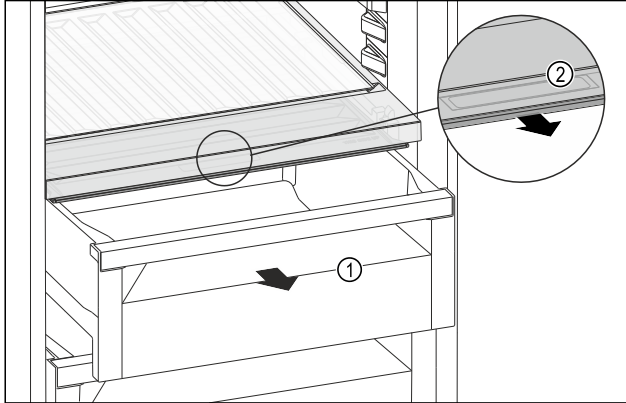

Fig. 170
- ▶ Extraer el compartimento Fig. 170 (1).
- ▶ Agarrar el tirador empotrado Fig. 170 (2) en la tapa del compartimento y tirar de la tapa del compartimento hacia delante al mismo tiempo.